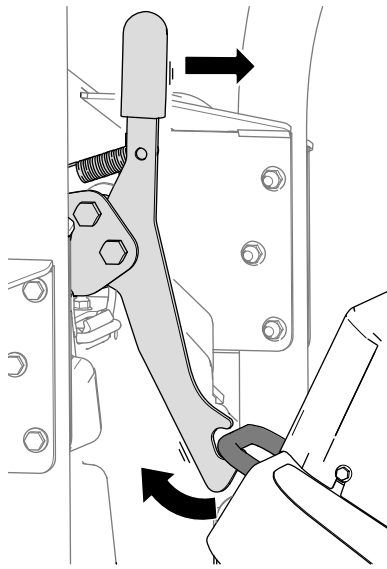

Bild 41
1. Lösen Sie die Verriegelung des Mähwerks von der Befestigungshalterung (**Bild 41**), indem Sie das Mähwerk leicht nach vorne drehen (siehe **Bild 39**) und den Verriegelungsgriff nach vorne ziehen.